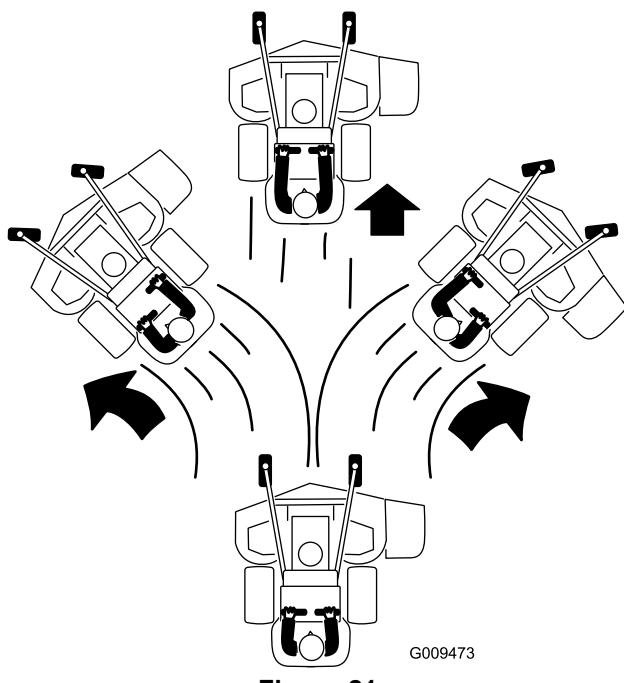

Figure 21
- Poussez les leviers de commande de déplacement lentement en avant (Figure 21).